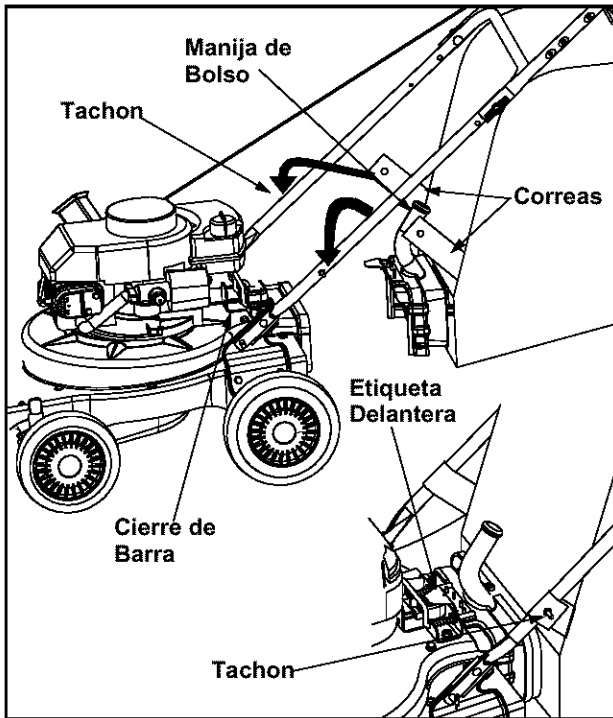

Figura 4
de soporte de montaje como el apalancamiento deslizando la barra que se cierra. Ver la figura 4.
- Retirar el recolector de encima del borde de la boca de descarga. Ver la figura 4.